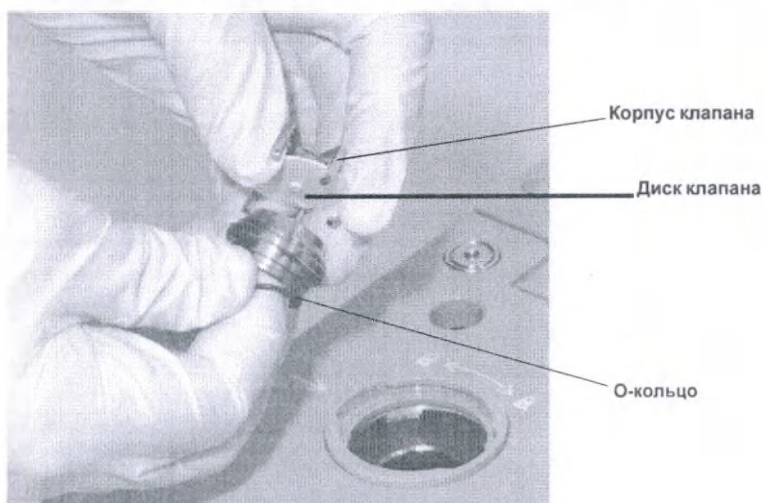

РИС. 7-12 Извлечение корпуса клапана
2. На этом этапе будет удален корпус клапана (см. РИС. 7-12). На шести зубцах корпуса клапана есть выступы, которыми он фиксируется в узле клапана. С учетом предыдущего **предупреждения** извлекать корпус клапана следует двумя руками, аккуратно поворачивая зубцы, чтобы освободить выступы. Когда корпус клапана будет извлечен из узла, убедитесь, что диск клапана не выпал.
3. Удалите диск клапана из корпуса, как показано на РИС. 7-12.
4. Снимите О-кольцо с нижней части узла клапана, как показано на РИС. 7-12.